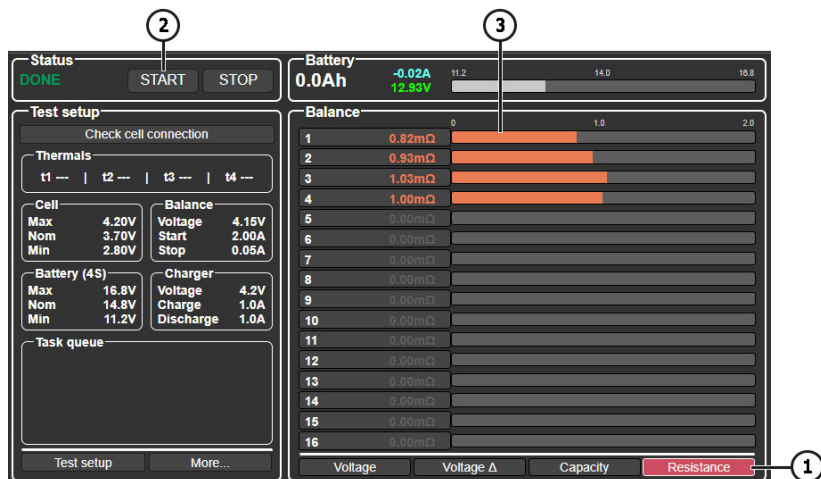

Рисунок 20
3. У головному меню виберіть режим відображення значень внутрішнього опору кнопкою «**Resistance**» (див. рис. 20).
4. Для запуску тесту в головному меню натисніть кнопку «**Start**» (поз. 2 на рис. 20). Через кілька секунд з'являться результати вимірювань (поз. 3 на рис. 20).